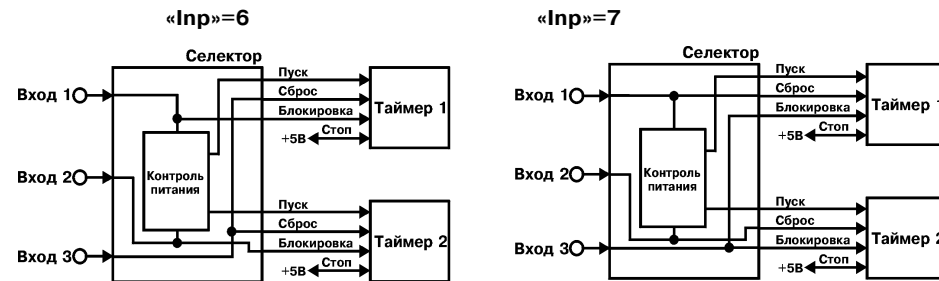

Рис. 15
3.1.5.3. **Одновременный запуск таймеров при включении питания** осуществляется при значении «Inp»=6 или 7, если на входах прибора отсутствует активный уровень сигналов «Сброс» или «Блокировка». При «Inp»=6 первые два входа предназначены для блокировки соответствующего таймера, а третий вход – для их одновременного «Сброса». При «Inp»=7 первые два входа предназначены для «Сброса» соответствующего таймера, а третий вход – для их одновременной «Блокировки» (рис. 15).